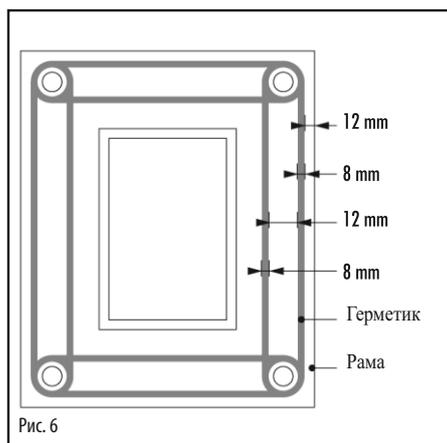

Рис. 6
3. Нанесите герметик двумя параллельными рядами и вокруг каждого отверстия, как показано на рис. 6.